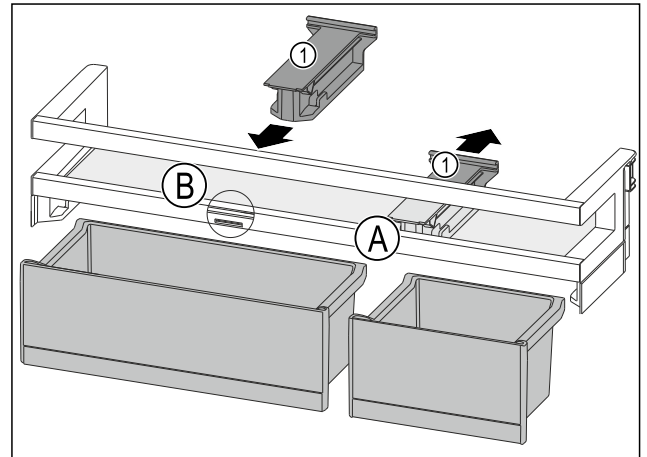

Fig. 94
- ▶ Desprindeți piesa de susținere Fig. 94 (1) din poziție Fig. 94 (A) spre spate.
- ▶ Introduceți piesa de susținere Fig. 94 (1) în poziție Fig. 94 (B).